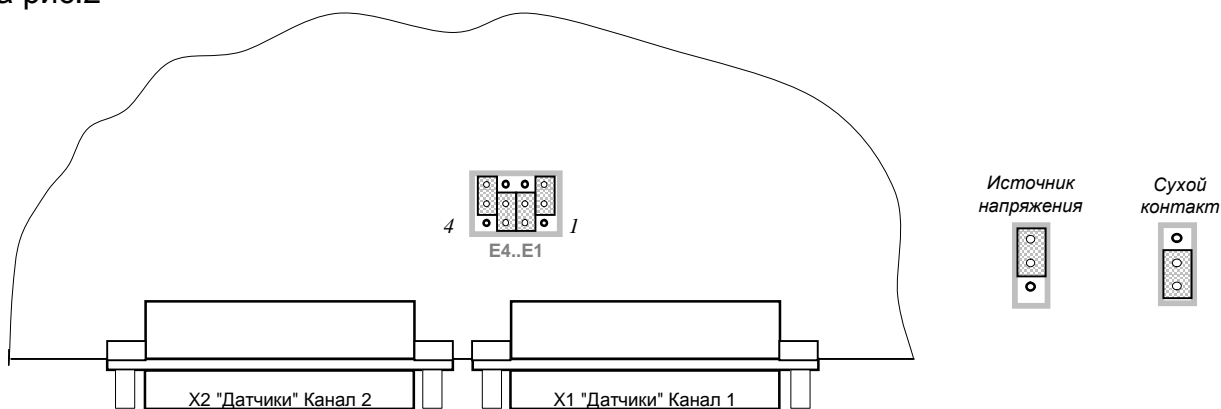

Рис. 2. Установка перемычек
3.4 Схема установки перемычек при использовании ДД того или иного типа показана на рис.2